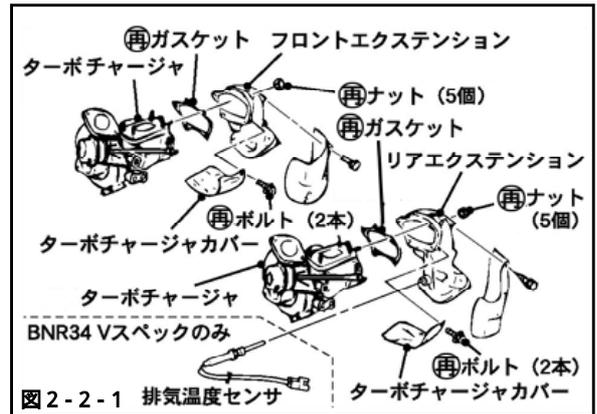

図2-2-1 排気温度センサ
BNR34-Vスペック車は、排気温度センサも取付けてください。(図2-2-1)
- (1) ターボチャージャカバーをF, RのターボチャージャAssyに取付けてください。(図2-2-1)